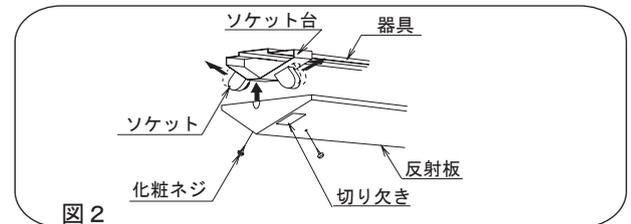

図2
- 1）反射板の切り欠きにソケットを挿入し、反射板を天井面に押し上げる。（2灯用の場合ソケットは、図2のように矢印の方向に移動する。）